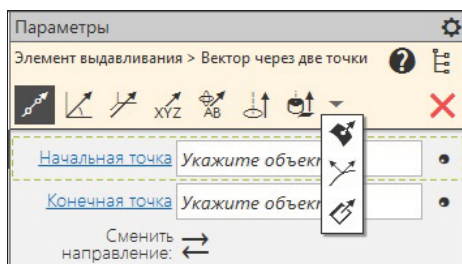

Рис. 20.15. Панель Параметры: Элемент выдавливания > Вектор через две точки
При выполнении некоторых команд объекты направления, например оси, можно задать с помощью вектора. В *уроке 19* вы создавали модель операцией выдавливания. Вернемся к построению такой модели. После вызова команды **Элемент выдавливания** на панели **Параметры** с правой стороны поля **Направляющий объект** имеется кнопка  — **Построить вектор** (см. рис. 19.10). После ее нажатия запускается процесс построения вектора и в области **Заголовка** (рис. 20.15) появляются следующие кнопки для вызова команд построения вектора:
- ◆ укажите ЛК мыши первый точечный объект в **Дереве** модели или в графической области — наименование выбранного точечного объекта отобразится в поле **Начальная точка** на панели **Параметры** (см. рис. 20.15);